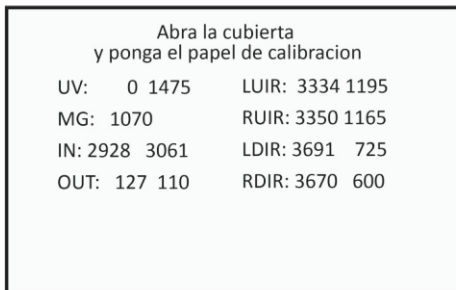

Fig 8-1
- 8.1. Presione y sostenga “SELECT” y ADD” al mismo tiempo, entrará en el menú de calibración (see Fig 8-1),